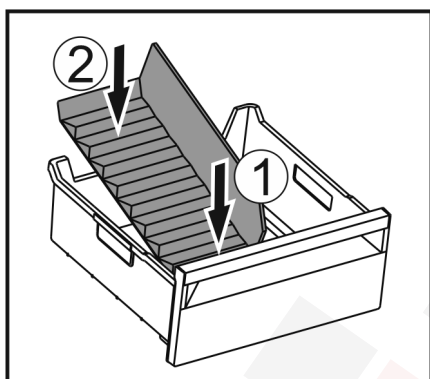

Fig. 60
- Először elől helyezze be az elválasztót Fig. 60 (1).
- Engedje le a hátsó részt Fig. 60 (2).